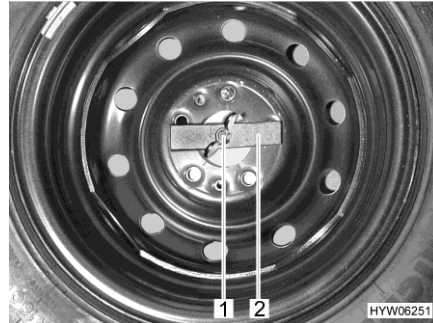

Bild 240 Ersatzrad im Heckstauraum
- Flügelmutter (Bild 240,1) von Hand lösen und abschrauben.
- Druckstück (Bild 240,2) abnehmen.